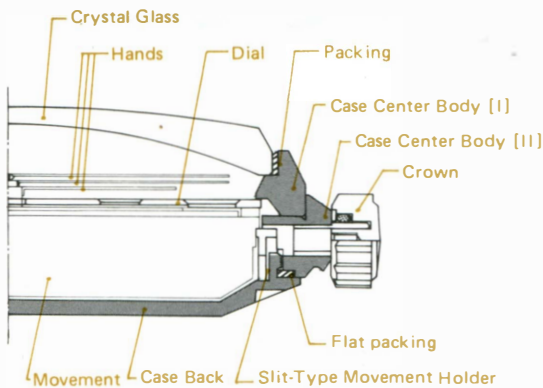

Fig. 2
a. Structure of GN-4-S (Fig. 2)